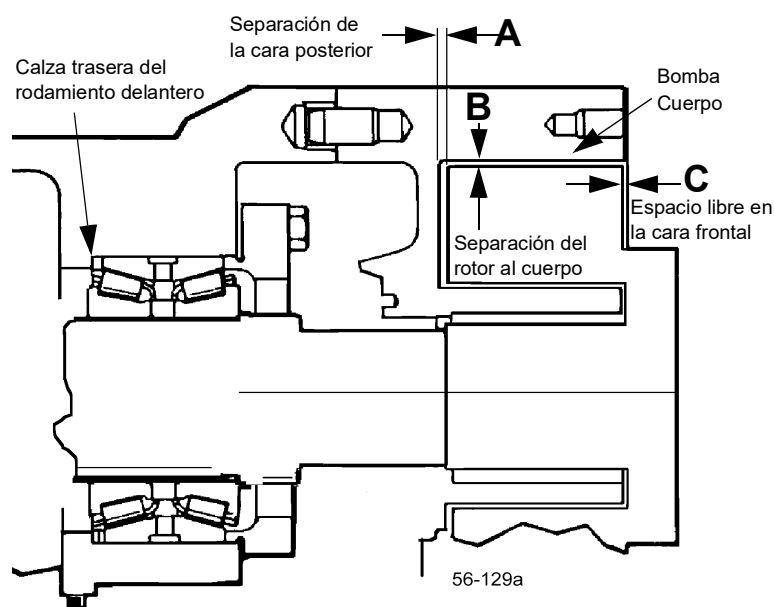

Figura 64 - Mediciones de la separación
- Con calibradores de espesores, mida la distancia de la cara posterior del rotor (Figura 64, artículo A), a través del puerto o desde el frente.
3. Mida la separación de la cara frontal del rotor (Figura 64, artículo C).
4. Mida el rotor a la altura del cuerpo (Figura 64, artículo B).